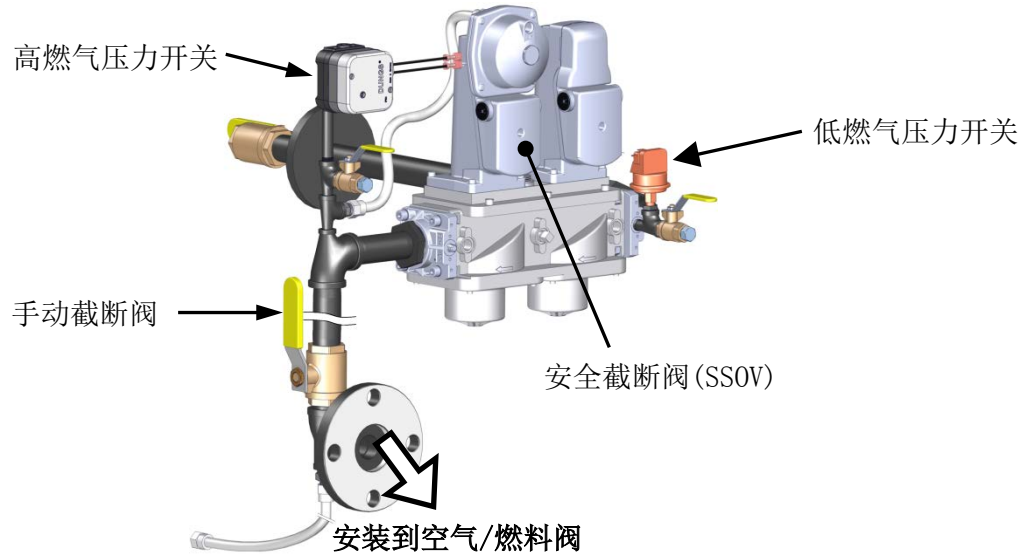

图 5-3. 手动燃气截断阀位置 (INN800-1060 燃气管路)
3. 关闭位于安全截断阀 (SSOV) 与空气/燃料阀之间的手动燃气截断阀（参见图 5-3）。
8. 在确认火焰后，关闭位于 SSOV（图 5-3）与空气/燃料阀之间的手动燃气截断阀。